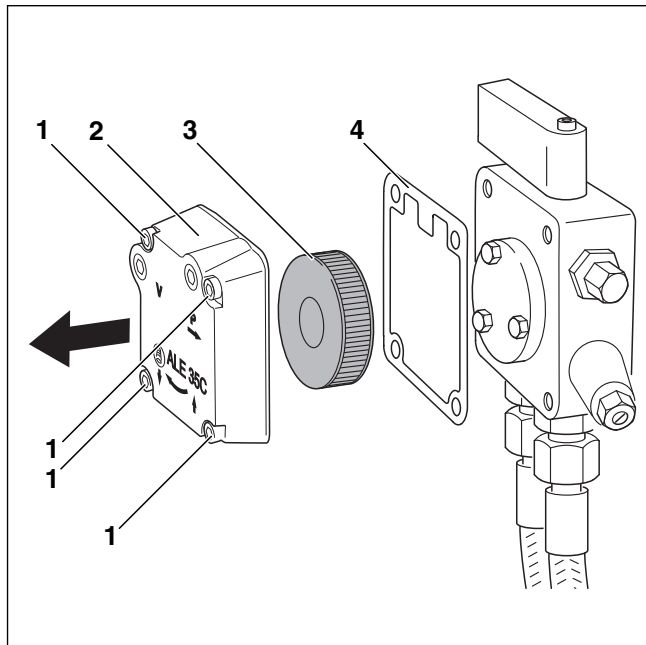

Bild 40 Ölpumpenfilter prüfen – Ölpumpe Suntec
- Die vier Innensechskantschrauben (→ Bild 40, [1]) lösen.
- Gehäusedeckel (→ Bild 40, [2]) abnehmen.
- Ölpumpenfilter (→ Bild 40, [3]) herausnehmen.
- Dichtung (→ Bild 40, [4]) auf Beschädigung prüfen und ggf. austauschen.
- Ölpumpenfilter (→ Bild 40, [3]) mit Waschbenzin reinigen, ggf. austauschen und wieder in die Ölpumpe einbauen.